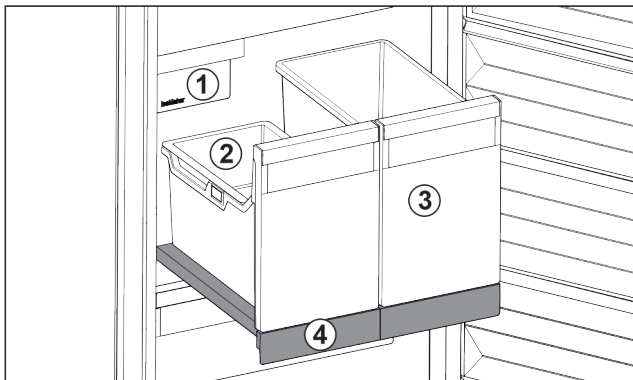

Fig. 22 Raft extractibil cu IceTower
- (1) IceMaker (3) Recipient de ex. pentru pizza, băuturi alcoolice
(2) Tavă suspendată pentru cuburi de gheață (4) Raft extractibil
Pe raftul extractibil se află două recipiente înalte (IceTower). În recipientul din Fig. 22 (2) sunt colectate și depozitate cuburile de gheață din IceMaker. Recipientul din Fig. 22 (3) se pretează pentru depozitarea de alimente înalte cum este pizza sau băuturile alcoolice.